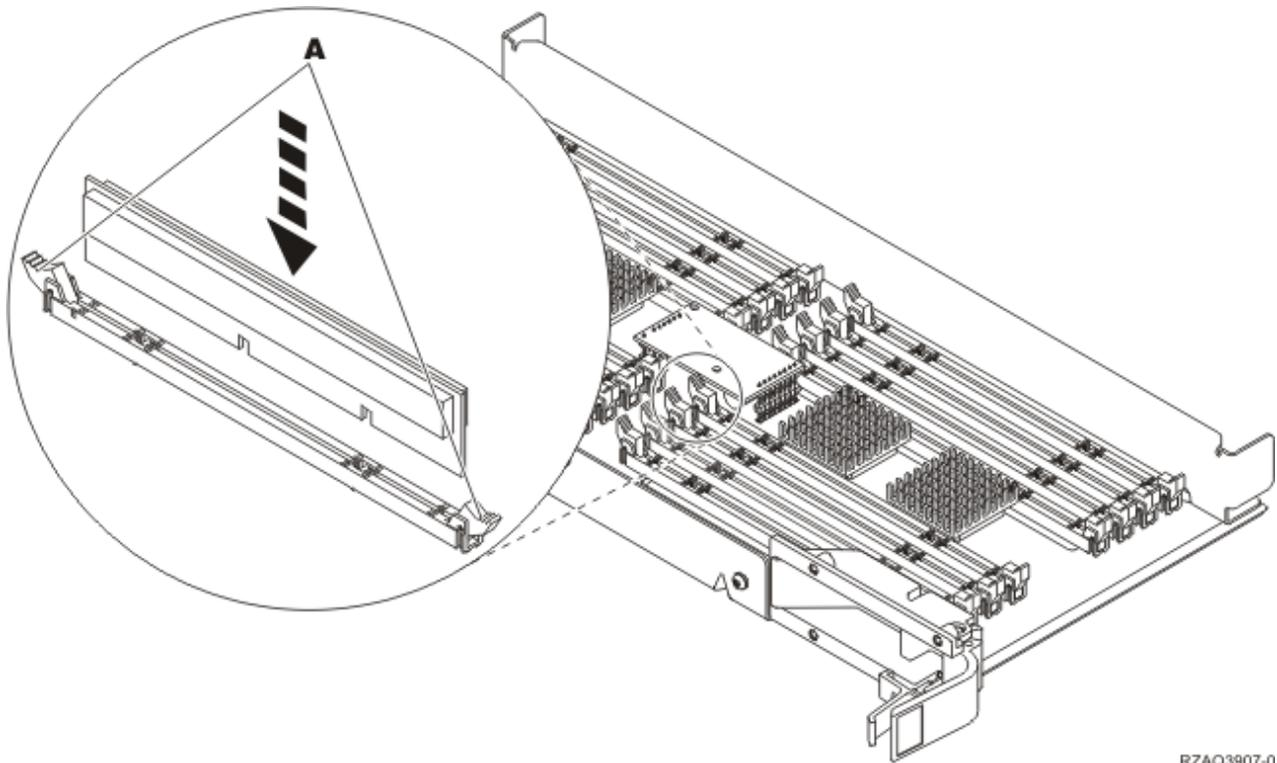

Figura 10. Instalar Placas de Memória
- \_\_\_ a. Empurre para fora os trincos **A**, localizados em cada uma das extremidades da placa, Figura 10 na página 12.
- \_\_\_ 9. Consulte Figura 10 na página 12 para instalar a placa de memória com o seguinte procedimento:
- \_\_\_ b. Alinhe a placa conforme está exemplificado na Figura 10 na página 12.